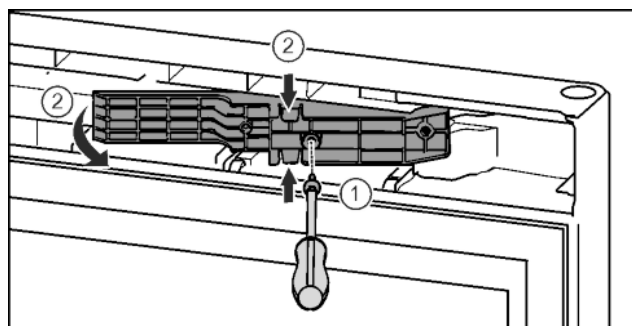

Fig. 15*
- Викрутіть гвинти за допомогою викрутки T15.* Fig. 15 (1)
- Витягнути деталь адаптера.* Fig. 15 (2)